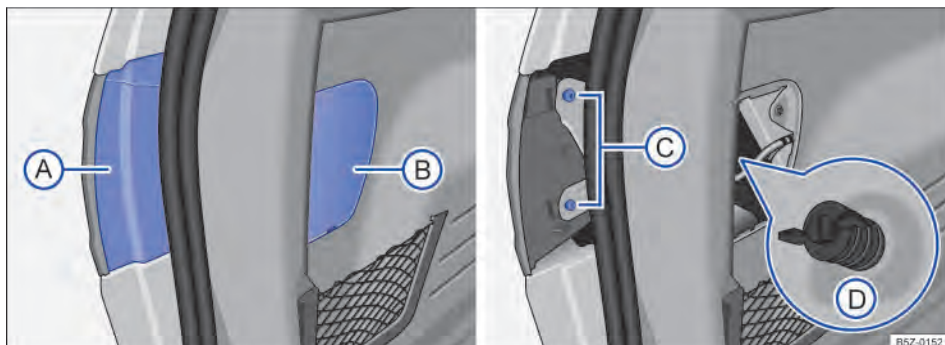
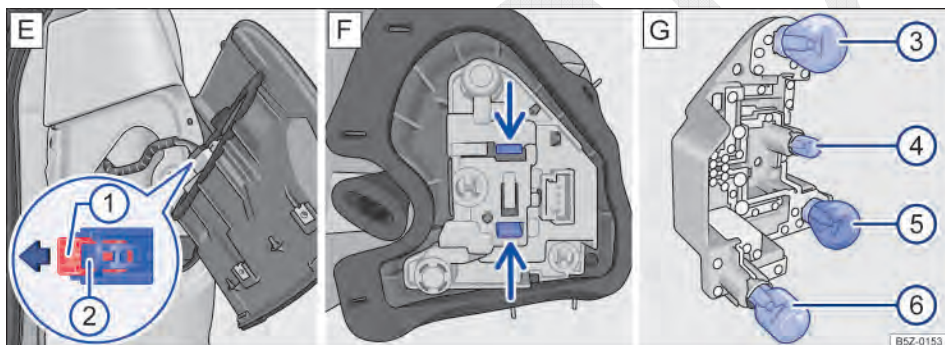

Fig. 179 Na carroceria: (A) e (B) coberturas para remover a lanterna, (C) parafusos de fixação na carroceria, (D) parafuso borboleta (lupa).
Fig. 180 Lanterna traseira: E: remover a lanterna da carroceria; F: suporte das lâmpadas; G: no suporte das lâmpadas.
3. Remover com cuidado a cobertura (A) ⇒ Fig. 179 pela parte superior.
4. Remover com cuidado a cobertura (B) pela parte inferior.
5. Remover os parafusos de fixação ⇒ Fig. 179 (C).
6. Soltar o parafuso borboleta (D), segurando, ao mesmo tempo, a lanterna traseira.
7. Puxar cuidadosamente a lanterna para fora, para desencaixá-la da carroceria ⇒ (D).
8. Retirar o conector de alimentação, primeiramente puxar a trava vermelha (1) no sentido da seta ⇒ Fig. 180 E e remover o conector (2) da lanterna.
10.	Para destravar o suporte das lâmpadas, pressionar cada lingueta de travamento ⇒ Fig. 180 F no sentido das setas.
12.	Para remover as lâmpadas incandescentes queimadas ⇒ Fig. 180 G ③ e ⑤, pressionar a lâmpada contra o suporte e girar no sentido anti-horário para removê-la.
13.	Para remover as lâmpadas incandescentes queimadas ⇒ Fig. 180 G ④ e ⑥, puxar a lâmpada do suporte para removê-la.
15.	Para inserir as lâmpadas novas ③ e ⑤ no suporte, colocar a nova lâmpada no respectivo alojamento, pressionar a lâmpada e girar no sentido horário até o batente.
16.	Para inserir as lâmpadas novas ④ e ⑥ no suporte, encaixar a nova lâmpada no respectivo alojamento e empurrar a lâmpada no suporte.
18.	Instalar o suporte das lâmpadas na lanterna traseira. As linguetas de travamento ⇒ Fig. 180 F devem encaixar de forma audível.
A localização e a identificação das lâmpadas incandescentes ⇒ Fig. 180 G estão relacionadas a seguir: